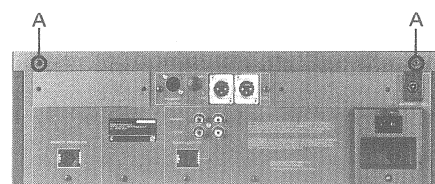

Fig. 2.1
2.1 Dépose de la plaque supérieure (fig. 2.1)
- Dévissez 2 vis (A) à l'arrière de l'appareil.